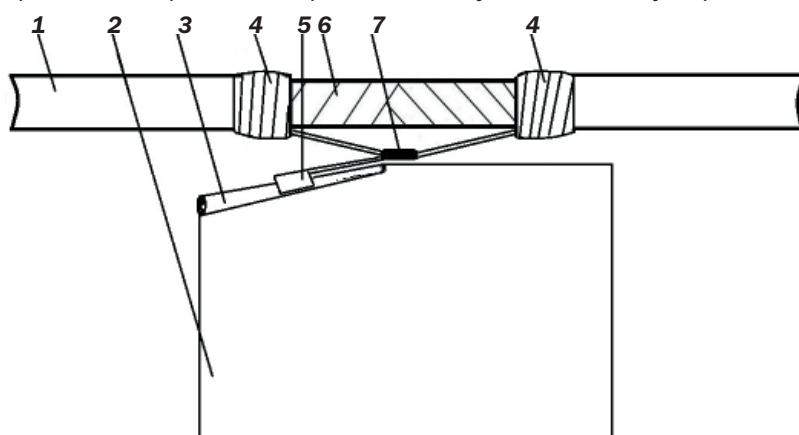

Рис. 14. Обеспечение контакта перемычки с экраном из фольги:
5.14 Лист фольги подготавливают к установке на спросток. Для этого на одном из углов листа фольги сворачивают так, чтобы образовать участок не менее чем в три слоя. Лист фольги прикладывают к спростку для определения его положения на спростке. Фольга должна перекрывать спросток в обе стороны на одинаковые длины. При этом отмечается место установки соединителя экрана на лист фольги (см. рис. 14).